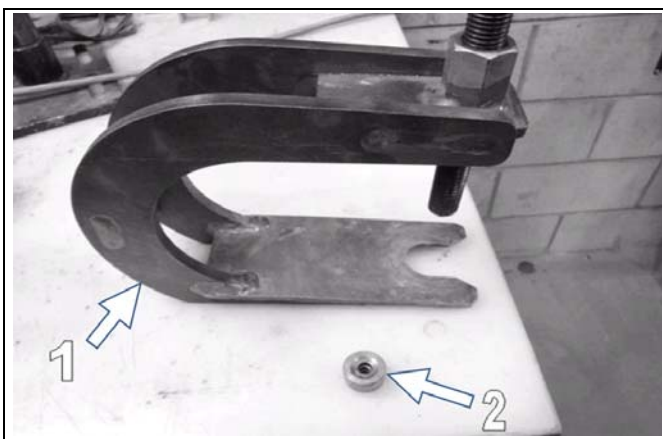

Abbildung 26
Benutzen Sie Camoplast-Abzieher Nr. 2000-00-1050 (Teil 1, Abbildung 26) und gehen Sie für den Radwechsel nach folgendem Verfahren vor:
- Falls keine Schraube vorhanden ist, benutzen Sie die Zentrierhülse (Teil 2, Abbildung 26), um den Abzieher zu positionieren.